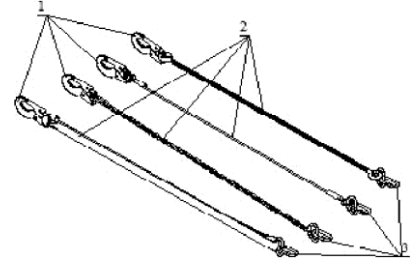

Рис. 1 - Стропы типов А, Б, В, Г
Стропы являются принадлежностью личного снаряжения и используются для соединения привязи с анкерной точкой или конструкцией. Стропы могут быть регулируемые, двойными (двуплечими) и удлиненными. Стропы всех видов сохраняют свои эксплуатационные свойства при температуре от - 40 до + 50° С. Стропы типов А, Б, В, Г (см. рис.1) состоят из фала (2) - полиамидной ленты (А), металлического троса в оболочке (Б), полиамидного каната (В) и металлической цепи (Г), на одном конце которого закреплён карабин для присоединения к анкерной точке (1). снабжённый блокирующей защёлкой, а на другом крепёжная петля или карабин (по спец. заказу) для присоединения к ремню.